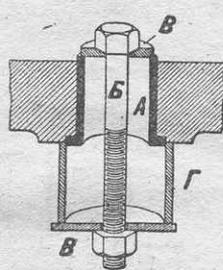

Рис. 86. Смена вкладышей коренных подшипников.
**Смена вкладышей подшипников.** Никогда не следует удалять и устанавливать вкладыши подшипников ударами молотка или при помощи зубила, потому что таким образом можно легко повредить как вкладыши, так и корпус подшипника. Удаляя вкладыш, прежде всего надо проверить, не закреплен ли он штифтом. Если имеется штифт—его следует высверлить. Затем вкладыш удаляют так, как это показано на рис. 86.